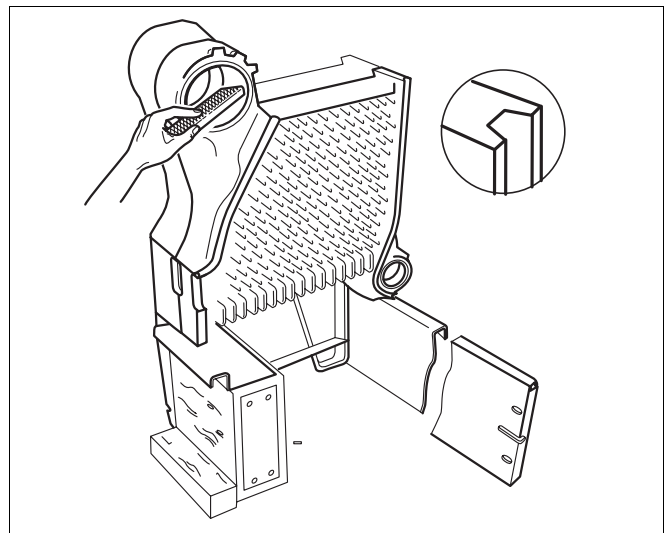

Fig. 7 Supprimer les aspérités
- Supprimer les aspérités avec une lime douce (fig. 7).
- Contrôler les nipples et supprimer les éventuels aspérités (voir fig. 7).
- Enlever les éventuelles bavures aux moyeux (voir fig. 7, page 10).